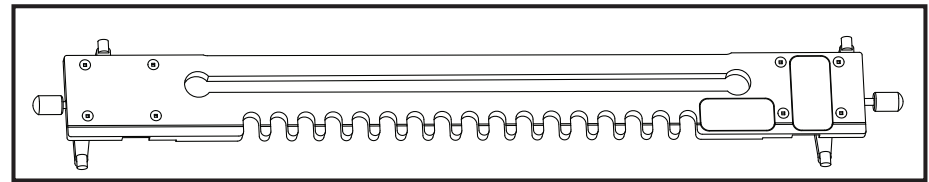

Fig. H2
- Gabarit fixe pour queues d'aronde (fig. H2)